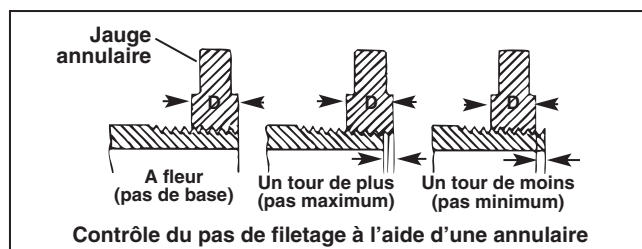

Figure 11 – Contrôle du pas de filetage
3. Contrôlez le pas de filetage. La méthode préférée consiste en l'utilisation d'une jauge annulaire. Il existe plusieurs types de jauges annulaires, et leur utilisation peut varier de celle indiquée à la Figure 11.